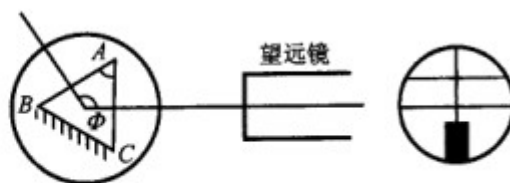

图 7.1.2-10 测棱镜顶角 A
(2) 接通目镜照明光源, 遮住从平行光管来的光。转动载物台, 在望远镜中观察从侧面 AC 和 AB 反射回来的十字像, 只调台下三螺钉, 使其反射像都落到上十字线处, 见图 7.1.2-10。调节时, 切勿动螺钉 (12) (为什么?)。